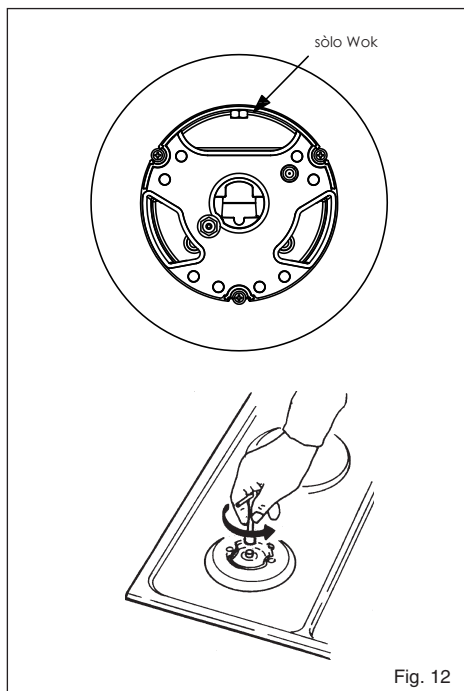

Fig. 12
Adaptación a un tipo diferente de gas (Fig. 12)
- la sustitución de los inyectores (Fig. 12) con los correspondientes al tipo de gas a utilizar (véase tabla "Características utilizadores").